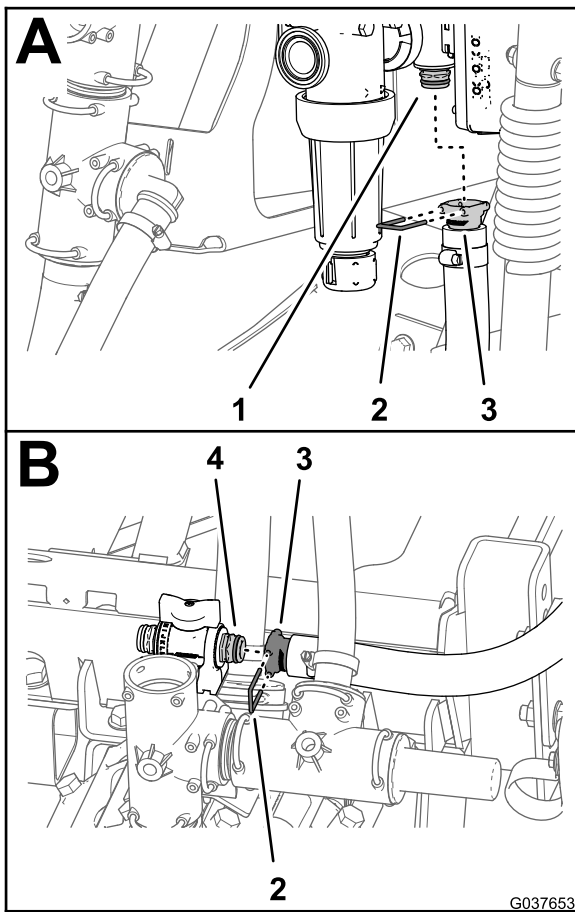

Рисунок 54
1. Установите прямой штуцер типа «елочка» шланга подачи перемешивания (1 x 33-1/2 дюйма) на быстроразъемный соединитель дроссельного клапана перемешивания с помощью держателя, поставляемого вместе с шлангом (Рисунок 54).
3. Установите прямой штуцер типа «елочка» шланга подачи перемешивания на быстроразъемный соединитель дроссельного клапана перемешивания с помощью держателя, поставляемого вместе с шлангом (Рисунок 54).